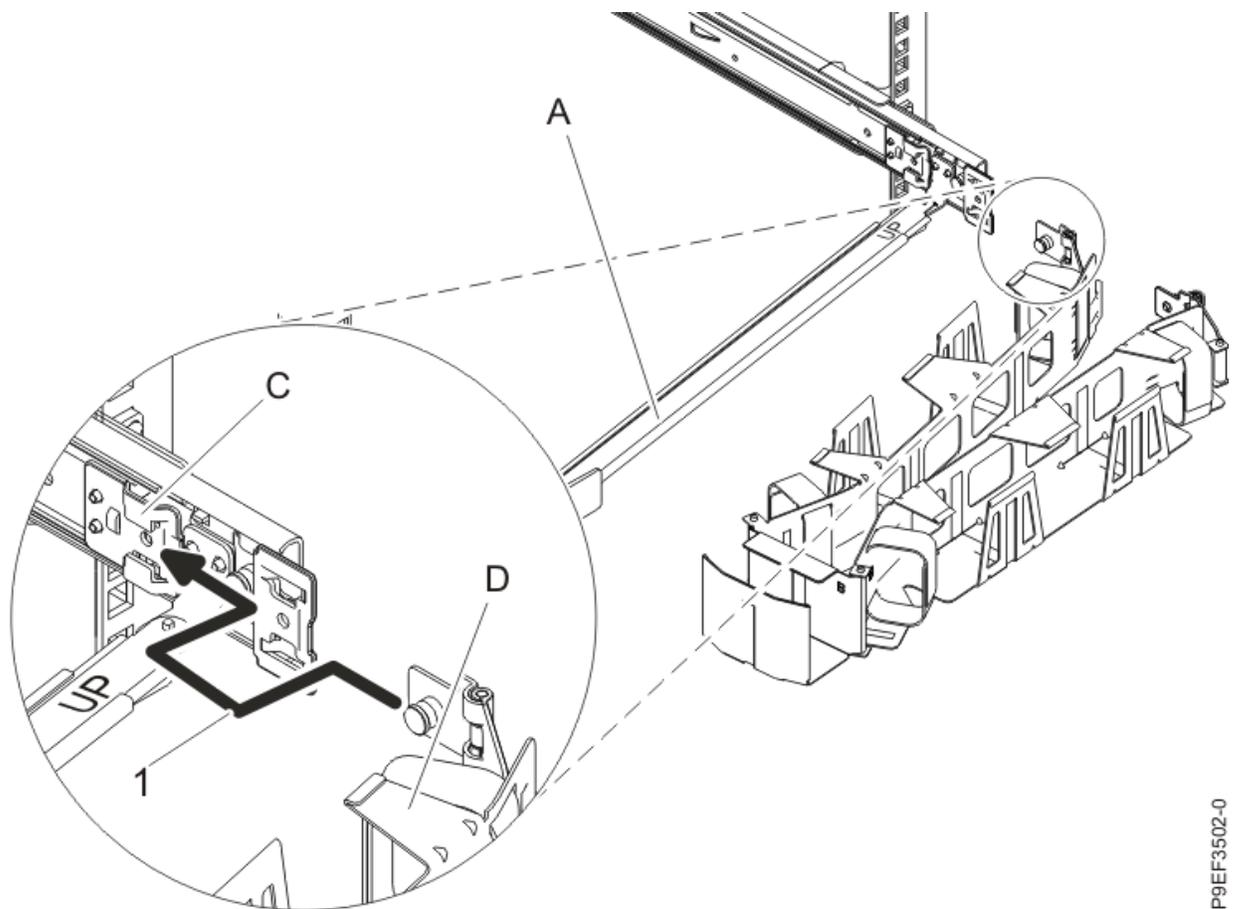
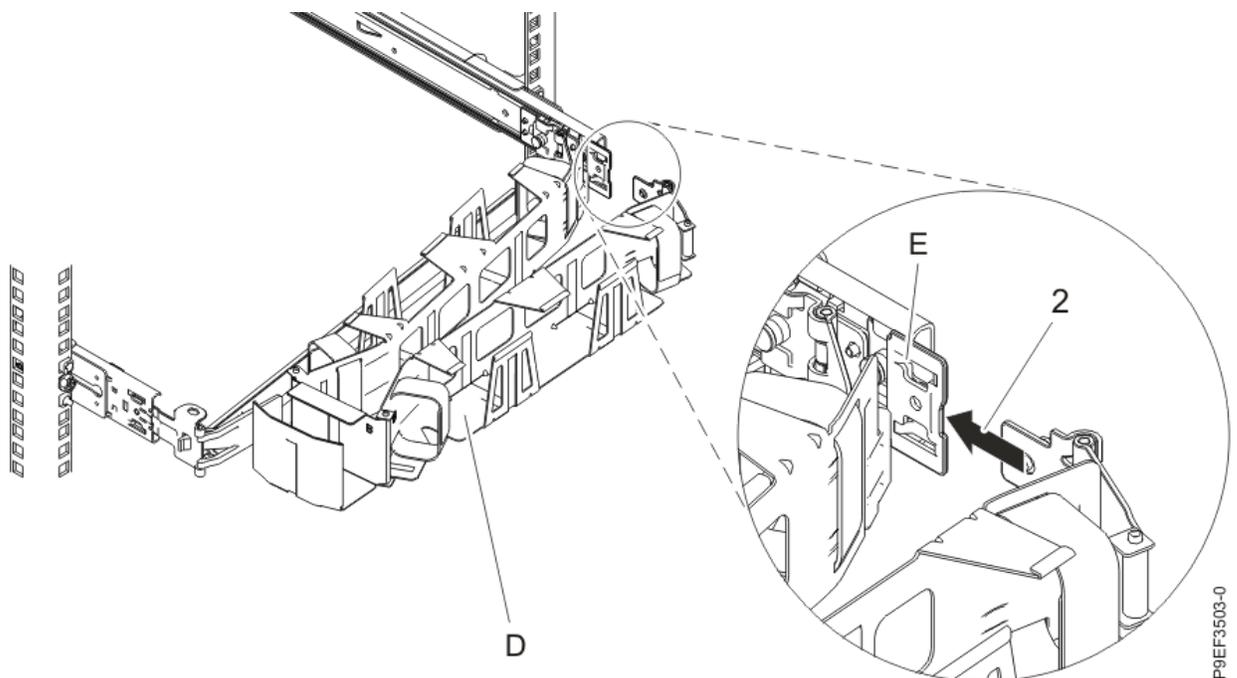

Figure 14. Glissement de l'autre taquet du bras de routage des câbles dans le logement du support de fixation
Figure 15. Faites glisser l'autre taquet du bras de routage des câbles dans le logement du support d'extension
7. Placez le bras de routage des câbles **(D)** sur le bras de support **(A)**. Faites glisser le premier taquet du bras de routage des câbles dans l'emplacement sur le support de fixation **(C)**. Poussez jusqu'à ce que le taquet à ressort se mette en place. Faites glisser l'autre languette du bras de routage des câbles dans le support d'extension **(E)** à l'extérieur de la glissière de droite **(2)**. Poussez jusqu'à ce que le taquet à ressort se mette en place. Pour plus d'informations, voir Figure 14, à la page 14 et Figure 15, à la page 14.